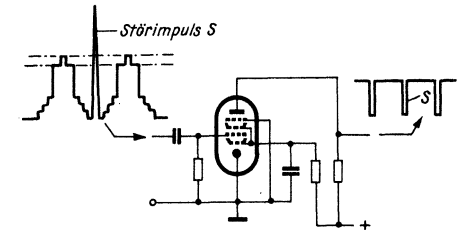

Bild 6. Die Röhre 6 BN 6 in Begrenzerschaltung
1. **Begrenzer.** Die Röhre ist wegen ihrer Knickkennlinie naturgemäß als Begrenzer für Synchronisierzeichen, für Rechteckgeneratoren und ähnliche Zwecke geeignet2). Wenn der Betrag der Gitterspannung über 1,2 Veff liegt, wird die Röhre 6 BN 6 zwischen dem Zustand mit Anodenstrom 0 und Anodenstromsättigung durchgesteuert. Im Gebiet über dem Begrenzer gitter g1 verläuft der Strahlstrom dann praktisch rechteckförmig. Ein Schaltbeispiel mit den zugehörigen Impulsverläufen für einen Begrenzer zeigt Bild 6. Die große Impulsspitze am Eingang rührt von einer Störung her. Die